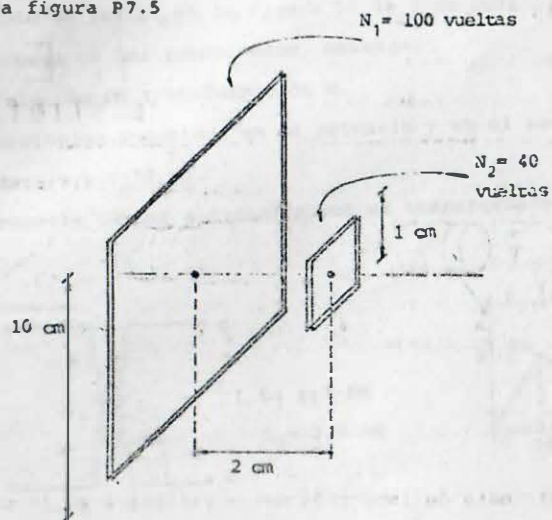

FIGURA P7.5
7.5 Obtenga la inductancia mutua entre las dos bobinas cuadradas mostradas en la figura P7.5